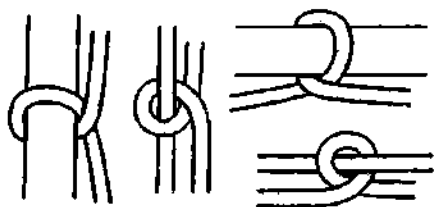

Рис. 7. Полуштык.
**Полуштык** – закрытая петля (калышка) на опоре или на верёвке, обнос опоры с перекрещивающимися концами (рис. 7).